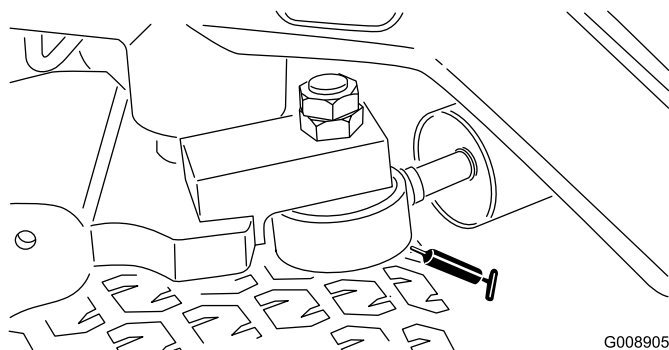

Figura 58
**Nota:** Si lo desea, puede instalar otro punto de engrase adicional en el otro extremo del cilindro de dirección. Retire el neumático, instale el engrasador, engrase, retire el engrasador y coloque el tapón (Figura 58).